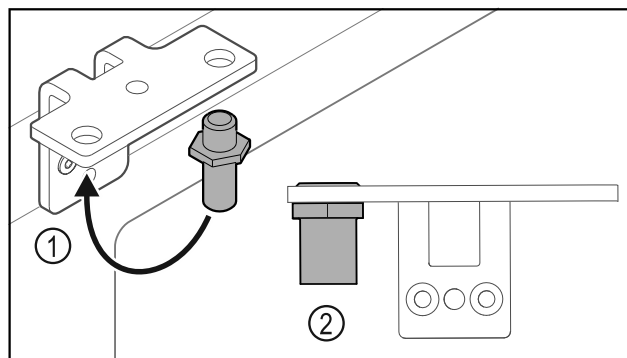

Fig. 22
- Spostare il perno Fig. 22 (1) nella cerniera angolare.
- Serrare il perno Fig. 22 (2) con una **coppia di 12 Nm**.